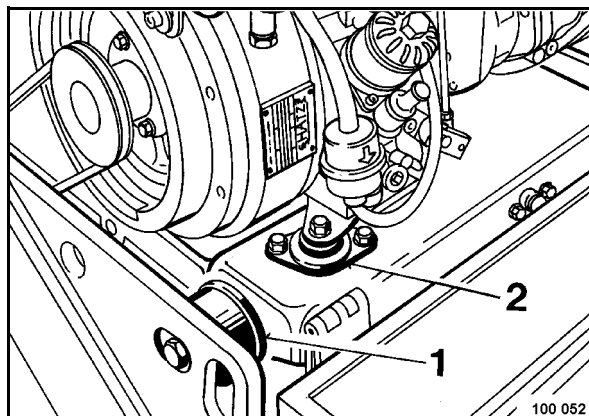

Fig. 78
- Comprobar todos los amortiguadores de goma 1 (Fig. 78) entre estructura superior y bastidor y motor (2) por grietas y roturas. En caso de presentar deterioros cambiarlos inmediatamente.